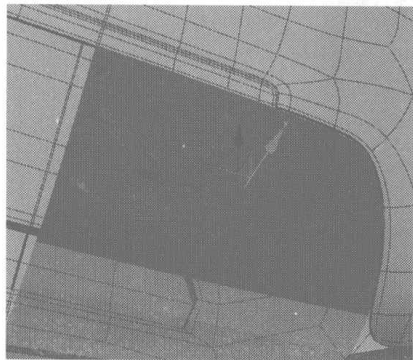
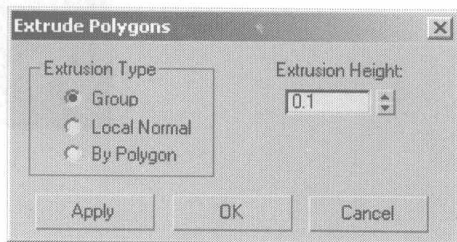

图 4.314
图 4.315
- 03 选择如图 4.314 所示的面，在 Edit Polygons 卷展栏中单击 **Extrude** 右侧的小按钮，在弹出的对话框中设置挤压参数，如图 4.315 所示，然后将倒角后该面左侧内边缘接缝处的面删除。